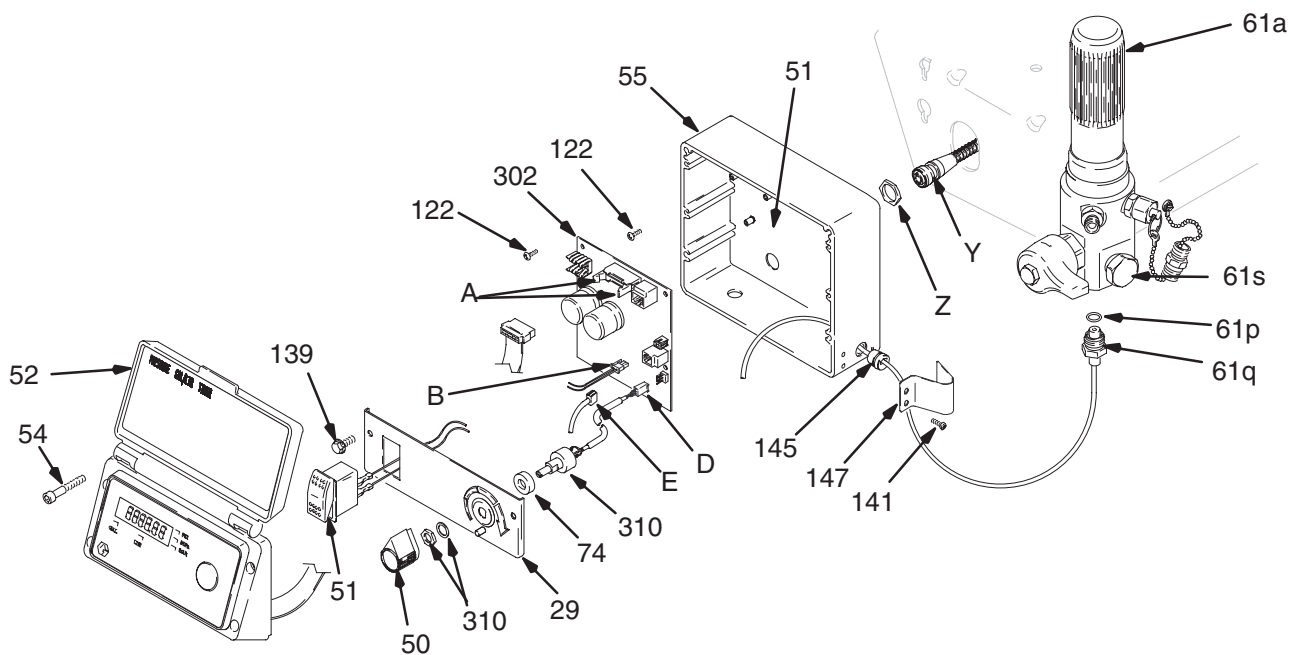

Fig. 16
2. Fig. 16. Retire los cuatro tornillos (54) y la tapa de la pantalla de visualización (52).
3. Abra las aletas del conector de la pantalla de visualización (A) de la tarjeta del PC y saque el conector de visualización.
4. Desenchufe el conector (B) del interruptor de ENCENDIDO/APAGADO (B) de la tarjeta PC.
5. Oprima las dos lengüetas de retención situadas a ambos lados del interruptor de ENCENDIDO/APAGADO (51) y desmonte éste.
1. Fig.16. Retire los cuatro tornillos (52) y la tapa de la pantalla de visualización (54). Abra las aletas del conector de la pantalla de visualización en la tarjeta PC y saque el conector de visualización.
3. Retire los 2 tornillos (139).
- Cable (D) desde el potenciómetro.
- Cable (E) desde el transductor.
- Cable (B) desde el conector del interruptor de encendido/apagado
5. Fig. 16. Retire los cinco tornillos (122) de la tarjeta de control y el cable verde de masa (122).
6. Retire el conector (Y) de la parte trasera del control de presión. Retire la contratuerca (Z) y la tarjeta de control (302).
1. Fig. 16. Instale la tarjeta de control (302) y la contratuerca (Z). Instale el conector (Y) en la parte trasera del control de presión.
2. Instale el cable verde de masa y la tarjeta de control (302) con seis tornillos (122).
- Enchufe el conector (B) del interruptor de ENCENDIDO/APAGADO en la tarjeta PC.
- Cable (E) al transductor.
- Cable (D) al potenciómetro.
4. Fig. 16. Empuje el conector de la pantalla de visualización en la tarjeta PC, cierre las aletas del conector de la pantalla de visualización de la tarjeta de PC. Instale la tapa de la pantalla de visualización (52) con los 4 tornillos (54).
2. Fig. 16. Retire los cuatro tornillos (54) y la tapa (52).
3. Desconecte el cable (E) de la tarjeta de control (302).
4. Saque los dos tornillos (141) y el alojamiento del filtro (147). Tire cuidadosamente del conector del transductor a través del ojal de goma (145).
1. Fig. 16. Instale la junta tórica prensaestopas (61p) y el transductor de control de presión (61q) en el alojamiento del filtro (61e). Apriete a un par de 40–47 N.m.
2. Pase cuidadosamente el conector del transductor a través del ojal de goma (145). Instale la protección (147) con dos tornillos (141).
3. Conecte el cable (E) a la tarjeta de circuito impreso de control del motor (302).
4. Instale la cubierta (52) con los cuatro tornillos (54).
2. Fig. 16. Retire los cuatro tornillos (54) y la tapa (52) y los dos tornillos (139).
3. Desconecte el cable (D) de la tarjeta de control (302).
4. Afloje los tornillos de fijación del botón del potenciómetro (50) y saque el botón, la tuerca del eje, la arandela de seguridad (310) y el potenciómetro de ajuste de la presión (310).
5. Saque el espaciador (74) del potenciómetro (310).
1. Instale el espaciador (74) en el potenciómetro (310).
2. Fig. 16. Instale el potenciómetro de ajuste de presión (310), la tuerca del eje, la contratuerca (310) y el botón del potenciómetro (50).